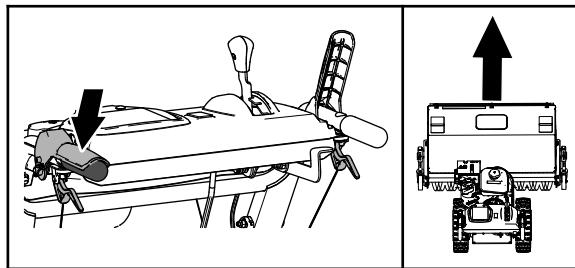

Figura 15
- Per guidare diritto, premete la leva di trasmissione della trazione ma non premete le leve della frizione ruota (Figura 15).